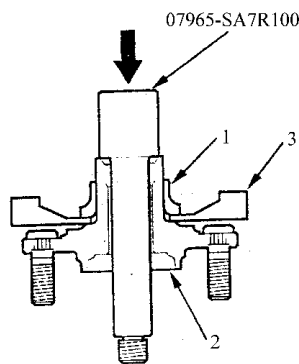

图 6-22 压出车轮轴承内圈
2) 如图 6-22 所示,借助专用工具、市面上可以购买到的轴承分离器和压力机,将车轮轴承从轮毂上分离出来。